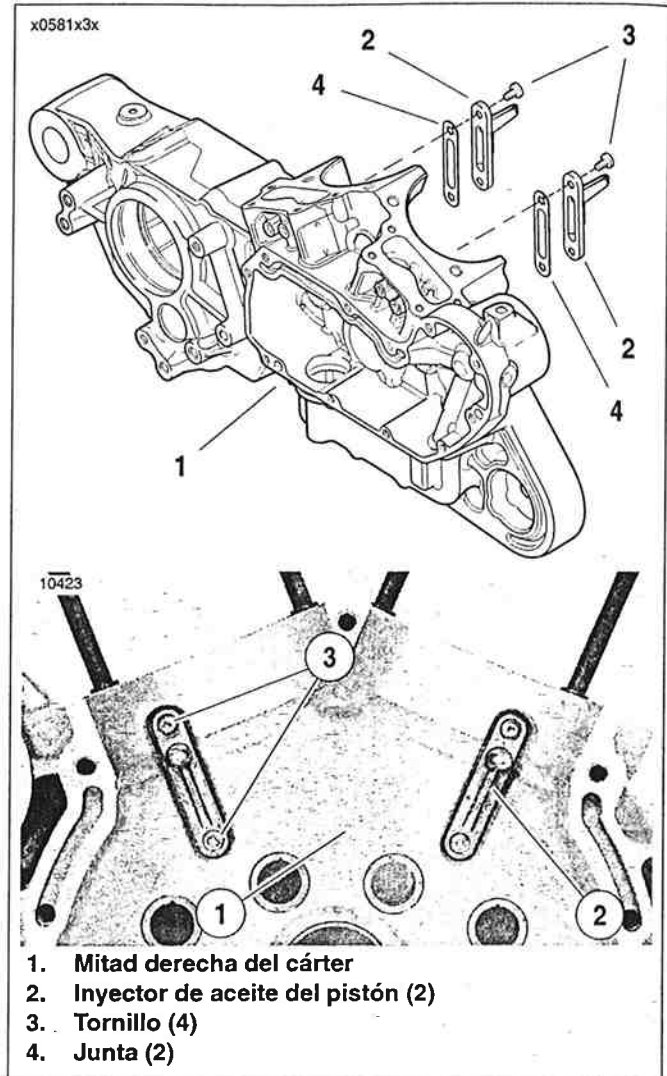

Figura 3-78. Conjuntos de los inyectores de aceite del pistón
1. Vea la Figura 3-78. Extraiga dos tornillos TORX (3) de cada conjunto de inyector de aceite del pistón (2) para liberar los inyectores de aceite del pistón de la mitad derecha del cárter (1).
2. Extraiga los inyectores de aceite y juntas del pistón (4) de la mitad derecha del cárter. Deseche las juntas.